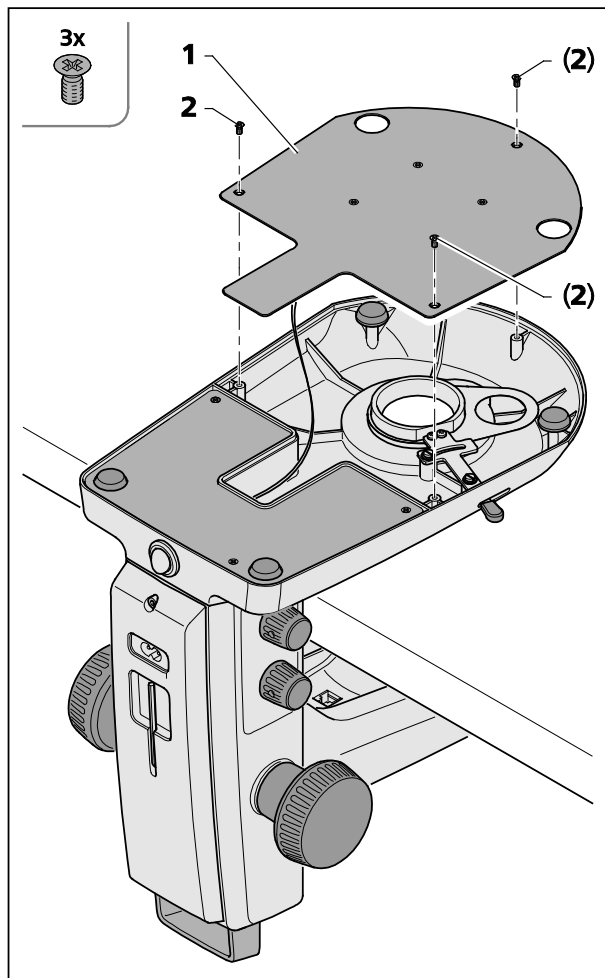

図 28 スタンド K EDU のスタンドカバープレートを開く
清掃する、あるいは誤って中に落ちた異物を取り除くために、スタンドカバープレート (図 28/1) を取り外すことができます。
- その際、3本のプラスねじ (図 28/2) を外し、スタンドカバープレート (図 28/1) を慎重に外して脇に置きます。
- ケーブルがスタンドカバープレート (図 28/1) から外れないように注意してください。